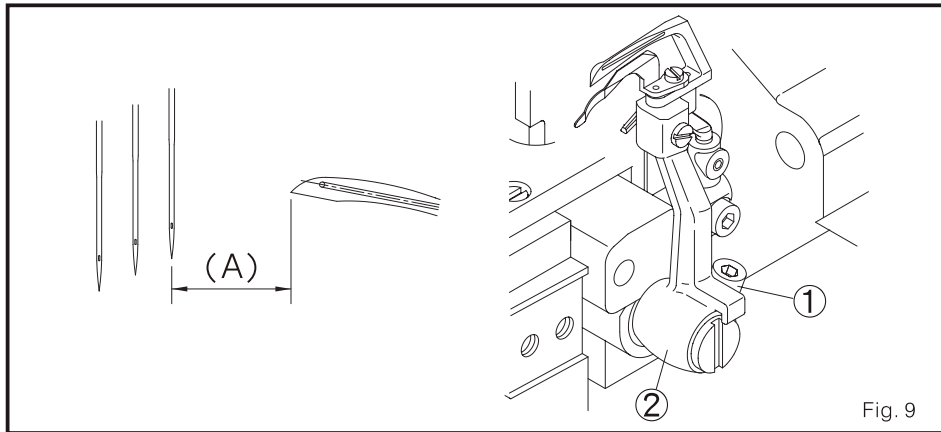

Fig. 9
- (5) ajustar o espaço (A), por favor, mova o calcador apontam à direita antes de ajustar a coisa seguinte: Solte o parafuso 1 e mova o apoio do calcador 2 de esquerda para corrigir de forma que isto está como amostra o quadro 2. (Fig.. 9)